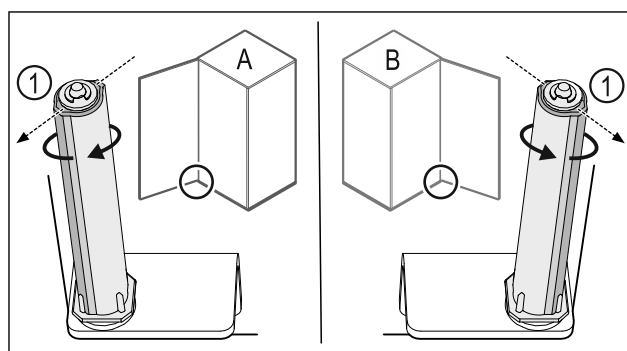

Fig. 50 Feste på venstre side (A) / feste på høyre side (B)
- ▶ Drei lukkesystemet mot motstanden til rillen på lukkesystemet Fig. 50 (1) peker utover.